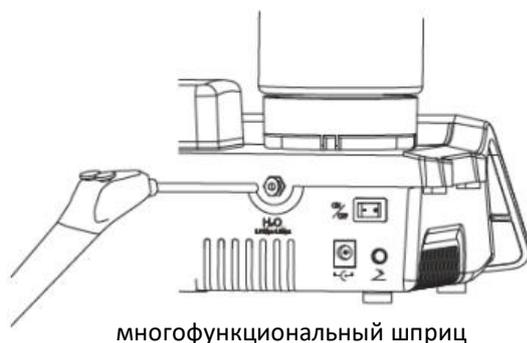

РИСУНОК 11
- в) Открутите крышку электромагнитного клапана и снимите его, как показано на рисунке Рисунок 11